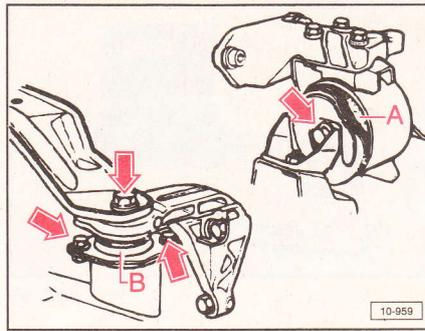

Fig. 4.6
Aflojar silentbloc, respectivamente soporte hidráulico (A) (soporte de motor) en el portagrupos (Fig. 4.6 y 4.7).
Aflojar el silentbloc (B) (soporte del cambio) en el cambio y aflojar el portagrupos (Fig. 4.6 y 4.7).
Hasta aprox. 07/88 (Fig. 4.6)